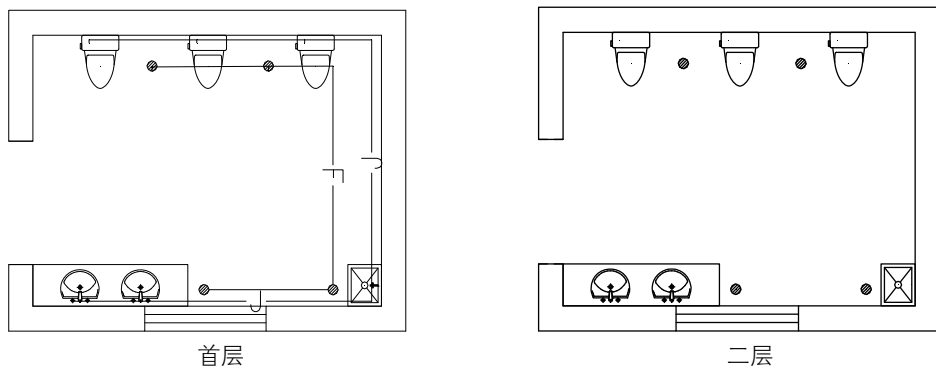

图 10-69 打开锁定图层素材
**01** 按 Ctrl+O 组合键，打开配套光盘提供的“第 10 章/ 10.2.10 锁定图层.dwg”素材文件，结果如图 10-69 所示。